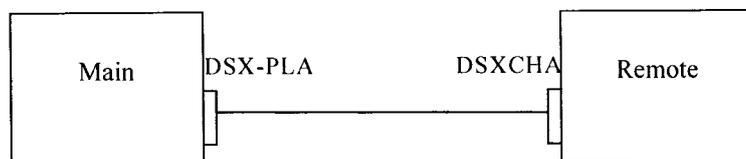

Рисунок 1 – Схема соединения анализатора при проведении опробования
7.2.2 Соединить Main и Remote через адаптер постоянного соединения DSXPLA. Подключить Main через адаптер постоянного соединения DSXPLA к блоку Remote через адаптер канала DSXCHA из комплекта поставки (рисунок 1).